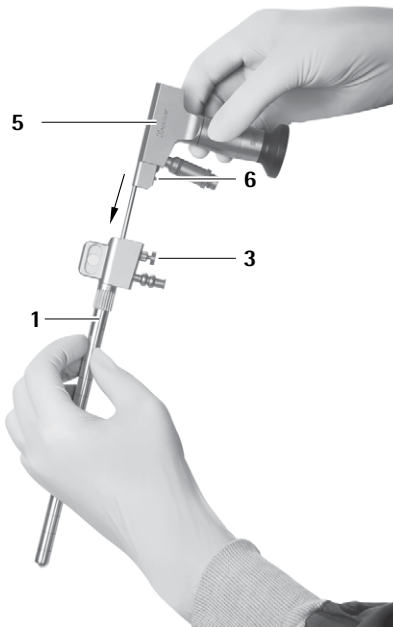
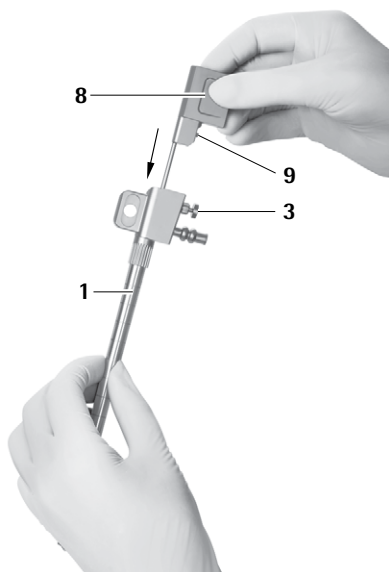

Fig. 14
Fig. 15
- ▶ Para tal, assegurar que o pino de bloqueio 6 do endoscópio 5 ou o pino de bloqueio 9 do obturador para o canal ótico 8 estão do mesmo lado que o botão de desbloqueio 3 do trocarte MINOP InVent 1, ver Fig. 14 e ver Fig. 15.